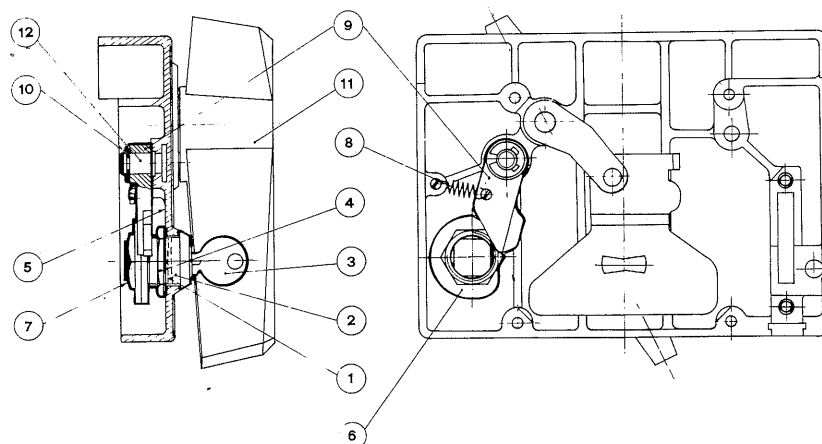

Fig. 23
**8.6.3. Dispositivo di blocco a chiave (fig. 23)**
- b) rompere il diaframma (1) sulla scatola del comando
- c) inserire nella sede appena creata la serratura (2) mantenendo la chiave (3) come a figura, bloccandola dall'interno con la ghiera (4) e la rosetta elastica (5)
- d) infilare sulla serratura (2) le camme (6) come in figura e bloccarle con il dado (7)
- e) alloggiare la molla (8) e il blocchetto (9) nell'apposita sede trattenendoli con il blocchetto (10) montato forzato
- girando la chiave (3) con l'interruttore aperto o chiuso, questa può essere sfilata dalla serratura mentre la maniglia (11) deve rimanere bloccata.
**8.6.4. Dispositivo di interblocco a chiave fra due o più interruttori (fig. 23)**
- b) infilare sul perno (12) il blocco (13) fissandolo con l'anello elastico (10)
- con l'interruttore aperto, girando la chiave (3) di 90° questa può essere sfilata dalla serratura e la maniglia (11) dovrà rimanere bloccata
- con l'interruttore chiuso, la chiave (3) non potrà girare nella serratura e la maniglia (11) dovrà essere libera.
**8.6.3. Keylock device (fig. 23)**
- b) break diaphragm (1) on the handle mechanism case
- c) introduce into the recent seat the lock (2) keeping the key (3) as shown on the figure and secure it with ring nut (4) and split washer (5)
- d) fit the cams (6) on the lock (2) as shown on the figure and secure with nut (7)
- e) accommodate the spring (8) and stop (9) in the proper seats and secure them by driving the block (10)
- with the breaker either closed or open, if the key (3) is turned extraction must be allowed while handle (11) must be locked.
**8.6.4. Key interlock between two or more breakers (fig. 23)**
- b) fit the plate (13) on pin (12) and secure with split ring (10)
- with the breaker open, if key (3) is turned by 90° extraction must be allowed while handle (11) must be locked
- with the breaker closed, key (3) must not be allowed to turn while handle (11) must be unlocked.